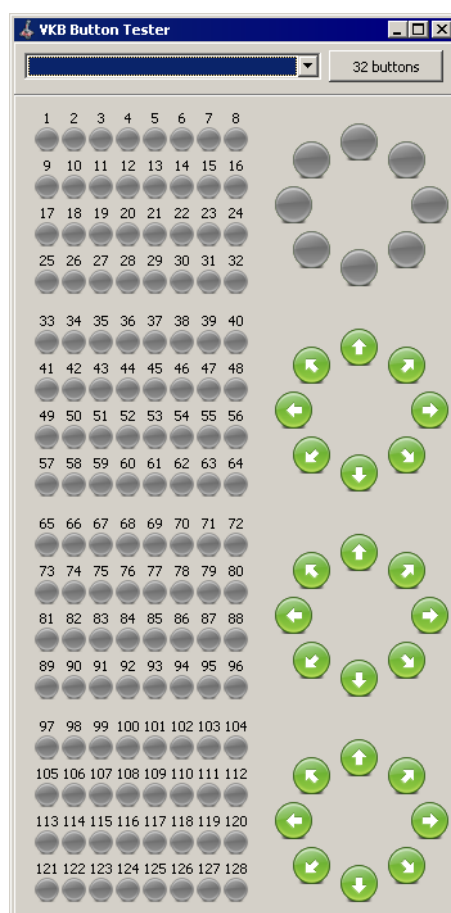
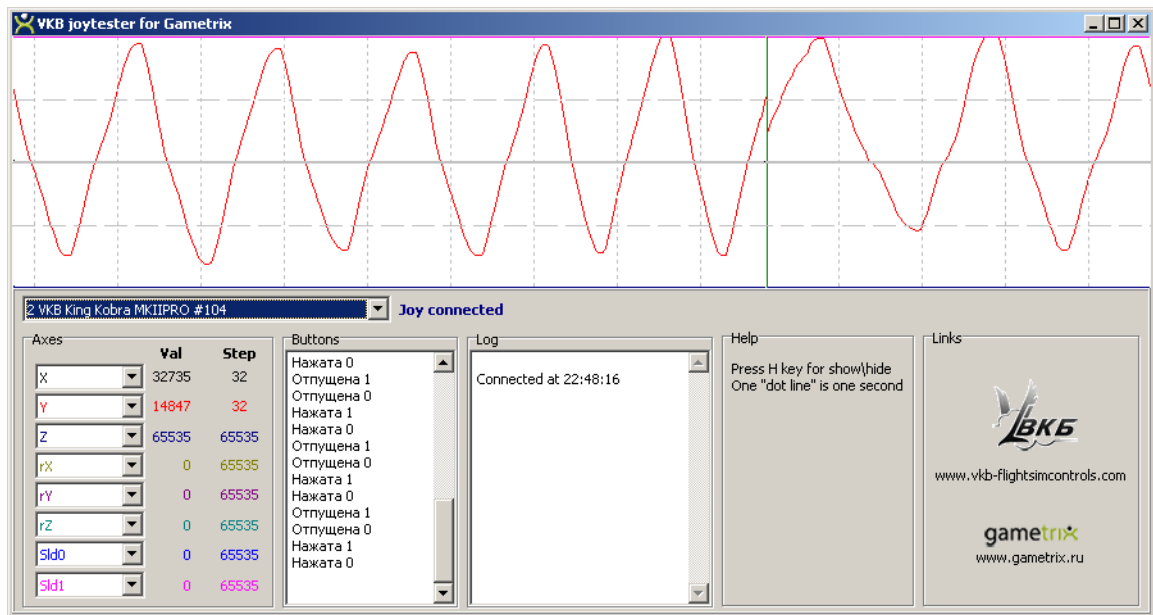

Рис. 5.6.
Рис. 5.7.
6. Проверьте работу всех кнопок и тумблеров используя индикацию приложения *VKB_BtnTester* (рис. 5.6) или *VKB_Joytester* (рис. 5.7).